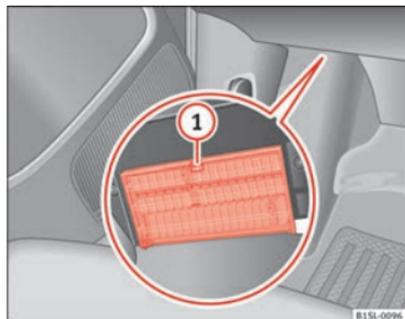

Fig. 149 Sotto la plancia, nel lato del conducente: coperchio della scatola dei fusibili.
- **Apertura:** premere la leva di bloccaggio ⇒ fig. 149 ① fino ad aprire la scatola.
- **Chiusura:** sollevare la copertura nella direzione contraria a quella indicata dalla freccia fino a farla scattare nella leva di bloccaggio ①.